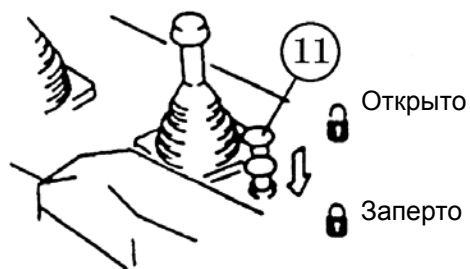

Рис. 2-17.
#### 2.2.1.11 Кнопка блокировки управления рыхлителем (11) (Рис. 2-17)